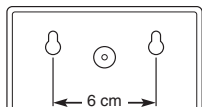

Figura 5 - Montaje del orificio de alineación
- En los agujeros piloto de la parte posterior de la base de la campana, cuelgue la base en los tornillos (vea la Figura 5).